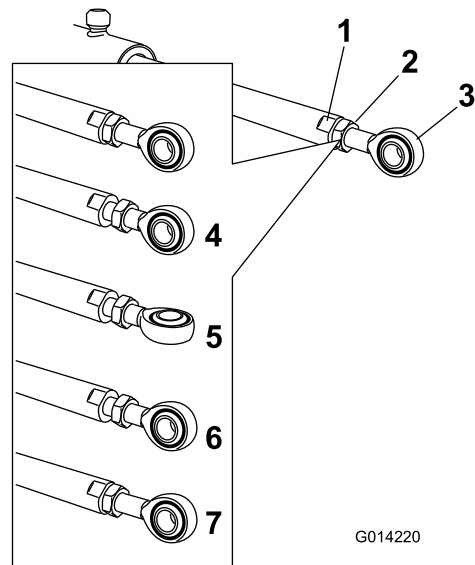

**Figura 34**
2. Retire la chaveta del pasador de giro (Figura 34).
3. Levante el brazo, retire el pasador (Figura 34), y baje el brazo lentamente al suelo.
9. Sujetando el brazo, introduzca el pasador a través del pivote del brazo y del émbolo del actuador (Figura 34).